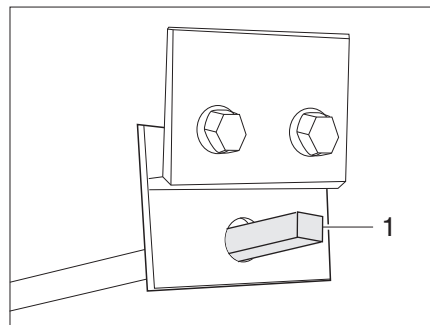

Bild 98 Bedienung für Abwasserhahn
- Schlüssel auf Vierkant (Bild 98,1) stecken.